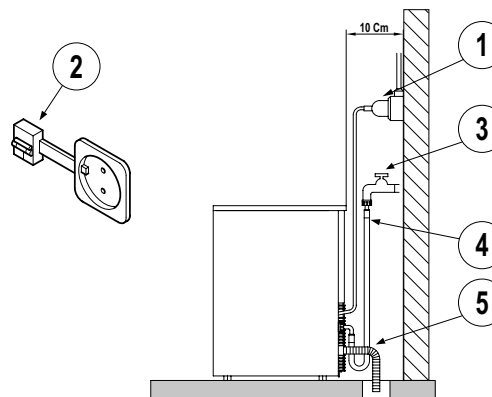

FIG. 2
- Collegamento spina elettrica (fig. 2 rif. 1);
- collegamento presa con interruttore differenziale salvavita (fig. 2 rif 2);
- collegamento al rubinetto di alimentazione acqua potabile (fig. 2 rif 3);
- collegamento al tubo di carico acqua potabile (fig. 2 rif 4);
- collegamento al tubo di scarico acqua a perdere (fig. 2 rif 5).
- electric plug (fig. 2 rif. 1);
- socket with safety cutout switch (fig. 2 rif. 2);
- potable water supply stopcock (fig. 2 rif. 3);
- potable water supply pipe (fig. 2 rif. 4);
- connection to water drip discharge pipe (fig. 2 rif. 5).
- Connexion de la fiche électrique (fig. 2 réf. 1) ;
- Connexion de la prise avec disjoncteur différentiel de protection (fig. 2 réf. 2) ;
- Raccordement au robinet d'alimentation d'eau potable (fig. 2 réf. 3) ;
- Raccordement au tube d'écoulement de l'eau potable (fig. 2 réf. 4) ;
- Raccordement au tube d'écoulement de l'eau d'égout (fig. 2 réf. 5).
- Anschluss des elektrischen Steckers (Abb. 2 Pos. 1);
- Anschluss des Steckers mit Allpol-Fehlerstromschalter (Abb. 2 Pos. 2);
- Anschluss an den Trinkwasserhahn (Abb. 2 Pos. 3);
- Anschluss an die Trinkwasser-Versorgungsleitung (Abb. 2 Pos. 4);
- Anschluss an die Abwasser-Abflussleitung (Abb. 2 Pos. 5). die normale REINIGUNG.
- Conexión enchufe eléctrico (fig. 2 ref. 1);
- conexión toma con interruptor diferencial cortacircuitos (fig. 2 ref. 2);
- conexión al grifo de alimentación agua potable (fig. 2 ref. 3);
- conexión al tubo de carga agua potable (fig. 2 ref. 4);
- conexión al tubo de descarga agua desechable (fig. 2 ref. 5).
- sia predisposta a monte della presa di installazione dell'apparecchio, un apposito interruttore onnipolare (Fig. 2 Part. 2) con distanza di apertura dei contatti uguale o superiore a 3 mm (conformemente alle vigenti norme nazionali di sicurezza);
- qualora sia necessario sostituire la spina (Fig. 2 part. 1) fornita di serie con l'apparecchio, l'operazione venga eseguita da personale professionalmente qualificato ed abilitato a tale mansione;
- a cutout switch is positioned upstream of the appliance's installation point (Fig. 2 Part 2) with an opening distance of the contacts that is at least 3 mm (in compliance with current safety regulations);
- if the replacement of the standard supplied plug is needed, this operation must be effected by professionally qualified personnel authorised to perform this task (Fig. 2 part 1);
- En amont de la prise d'installation de l'appareil soit prévu un disjoncteur onnipolaire (Fig. 2, Réf. 2) avec une distance d'ouverture des contacts égale ou supérieure à 3 mm (conformément aux normes nationales de sécurité en vigueur) ;